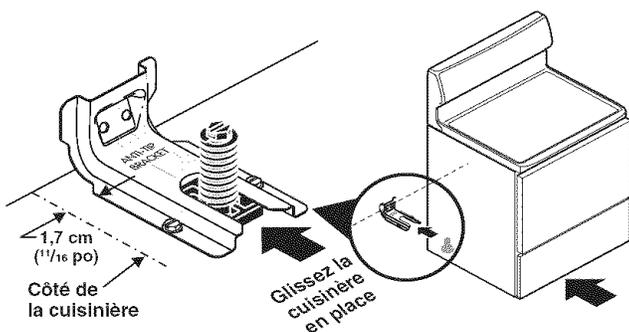

Fig. 26
3. **Mise à niveau et positionnement de la cuisinière** - Mettez la cuisinière de niveau en ajustant les quatre (4) pieds de mise à niveau à l'aide d'une clé. Remarque : Il est nécessaire de laisser un espace libre d'au moins 0,3 cm (1/8 po) entre la partie inférieure de la cuisinière et le pied de mise à niveau pour disposer d'un espace suffisant pour le support. Faites glisser la cuisinière pour la remettre en place (Fig. 26). Retirez le panneau inférieur ou le tiroir de rangement pour vérifier si le pied de mise à niveau arrière est inséré et solidement fixé à l'aide du support. Dans le cas des modèles comportant un tiroir réchaud ou un tiroir-gril, agrippez le bord supérieur arrière de la cuisinière et, avec précaution, tentez de la pencher vers l'avant. Utilisez un niveau pour vérifier vos ajustements (Fig. 27).
Glissez soigneusement la cuisinière dans l'ouverture de l'armoire en enclenchant COMPLÈTEMENT le pied de mise à niveau arrière dans le SUPPORT ANTI-RENVERSEMENT (reportez-vous à la figure 26). Assurez-vous que la conduite flexible pour appareil électroménager (Fig. 18) et le cordon d'alimentation (Fig. 20) peuvent se plier dans la zone libre au plancher située derrière le tiroir chauffant ou le tiroir de rangement de la cuisinière. **Assurez-vous que la conduite flexible pour appareil électroménager n'est pas coincée ou tortillée.** Formez au préalable la conduite flexible pour appareil électroménager et le cordon d'alimentation au besoin pour vous assurer que la cuisinière glisse correctement dans l'ouverture de l'armoire. Assurez-vous que la cuisinière est de niveau en plaçant un niveau horizontal sur une des grilles du four (reportez-vous à la figure 27).